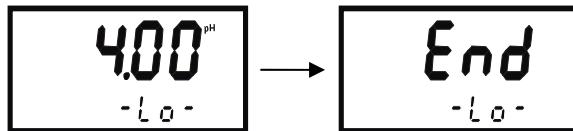

图 7-15
2、按 UP 键或 DOWN 键将数值调至控制所需的数值，然后按 OK 键确认，仪表显示低点控制调节结束。显示如图 7-15 所示：